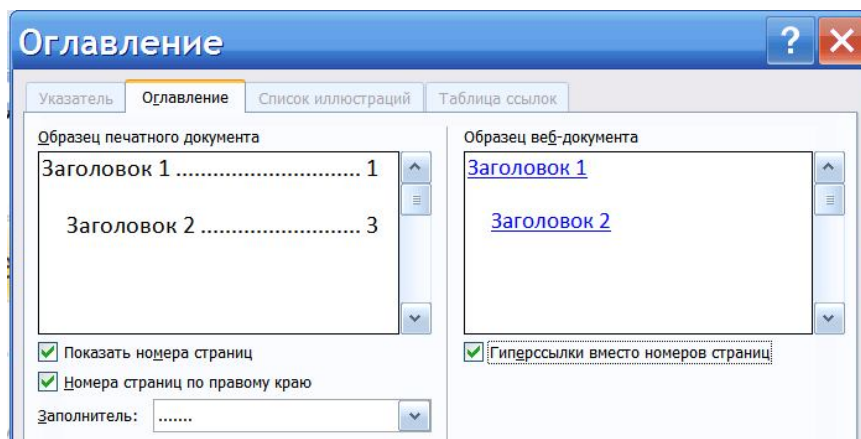

Рис. 5.11. Диалог Оглавление для редактирования параметров оглавления
7) При необходимости редактирования параметров оглавления нужно вызвать команду Оглавление, которое откроет окно (рис. 5.11).